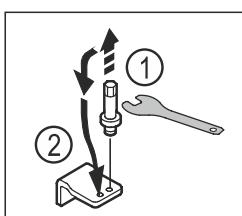

Fig. 17
- Lironi bulonat e bazamentit mbështetës të poshtëm me çelësin e jashtëm kriket SW5. Fig. 17 (1)
- Vendosni bulonat në anën e kundërt. Fig. 17 (2)